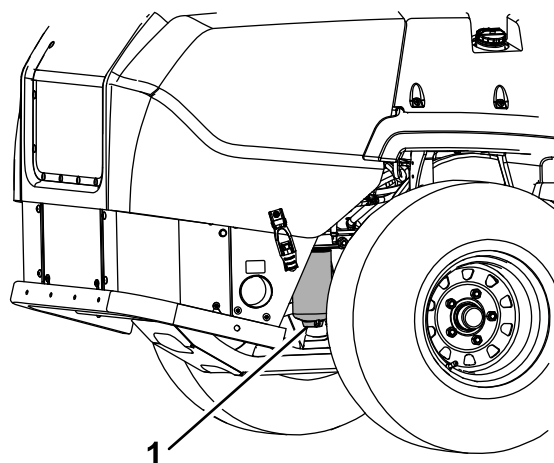

Figure 40
4. Desserrez le bouchon de vidange du séparateur d'eau d'un tour environ pour vidanger l'eau et autres contaminants (Figure 40).